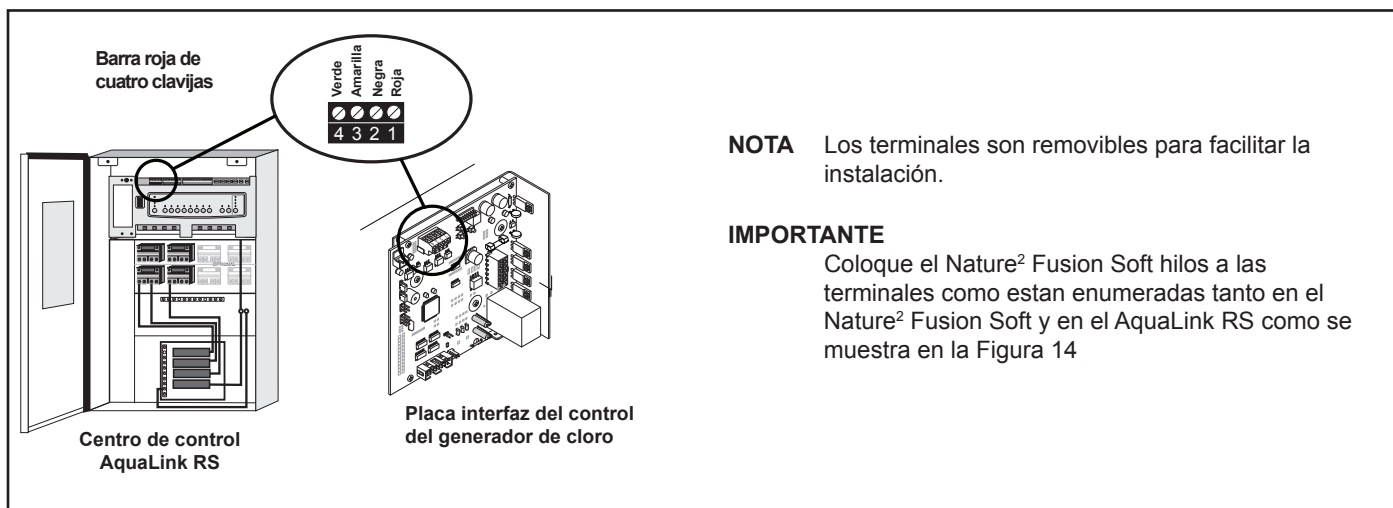

Figura 15. Cableado del Nature² Fusion Soft con un sistema de control AquaLink RS
El AquaLink RS y el Nature² Fusion Soft usan cuatro (4) conexiones del cable de comunicación y se pueden conectar hasta 500 pies (150 m) de distancia. Cualquier cable exterior nominal de cuatro (4), mínimo 22 AWG, se puede utilizar. Localice los terminales de tornillo adecuado en el circuito de acuerdo a la Figura 15. Conecte el cable del Nature² Fusion Soft de la barra terminal de 4 clavijas a la barra terminal roja de 4 clavijas del AquaLink RS.